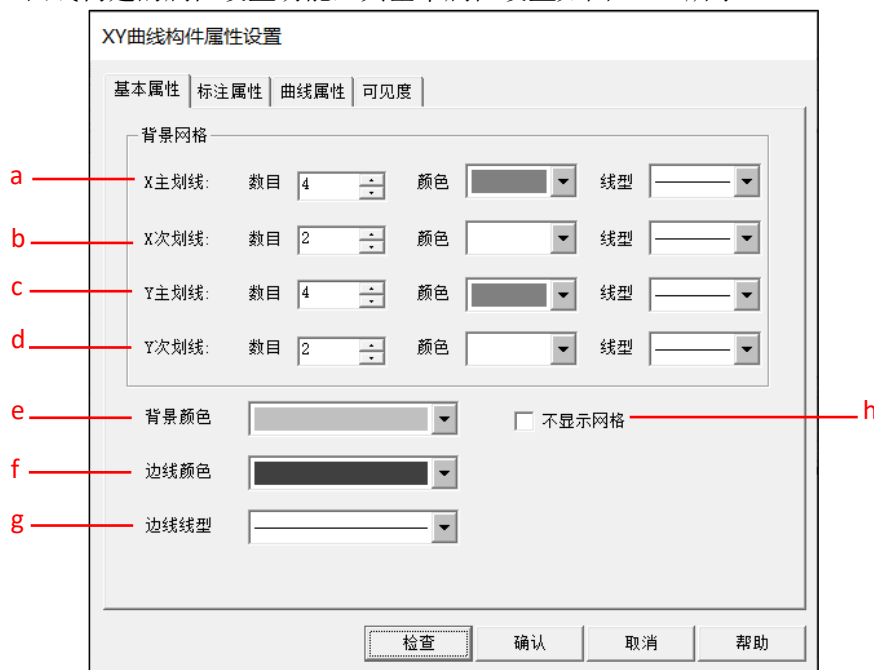

图 9.1-1 XY 曲线构件基本属性
- 首先介绍 XY 曲线构建的属性设置功能，其基本属性设置如图 9.1-1 所示：